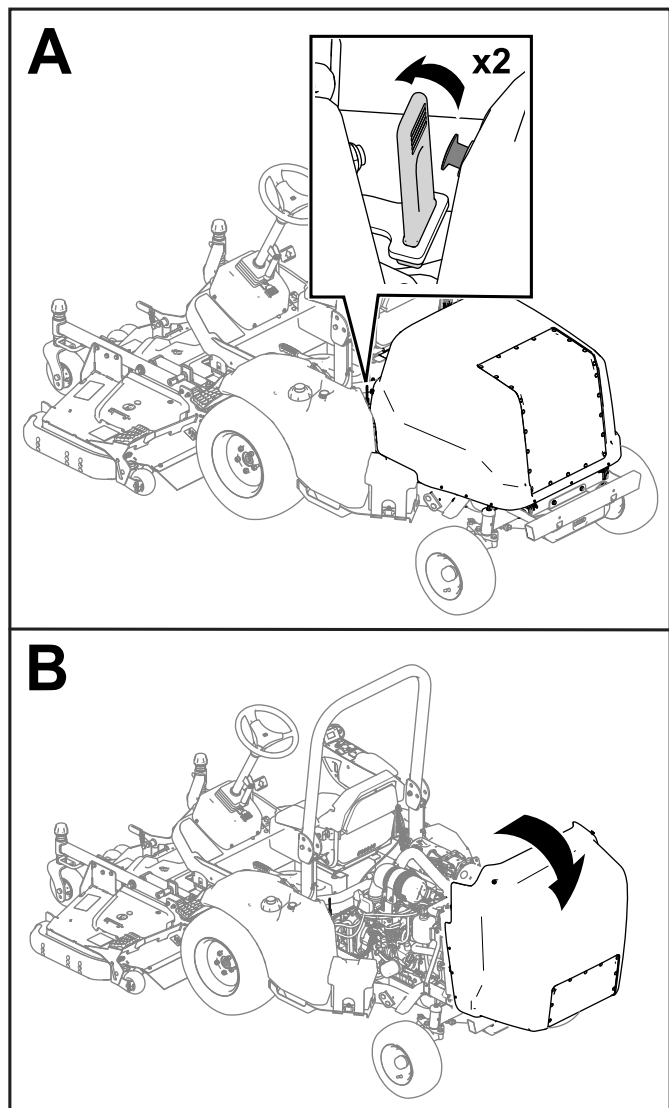

Figure 44
1. Détachez les attaches de chaque côté de la machine (Figure 44).
2. Ouvrez le capot (Figure 44).